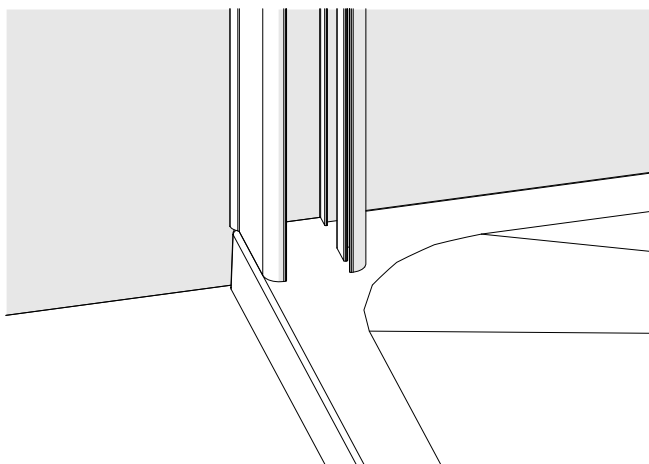

Fig. 1.1
- Pour les receveurs de douche, placez les compensateurs muraux sur la zone plate autour du bord du receveur. Évitez de les installer trop au bord du receveur, car cela pourrait provoquer des fuites. Figure 1.1